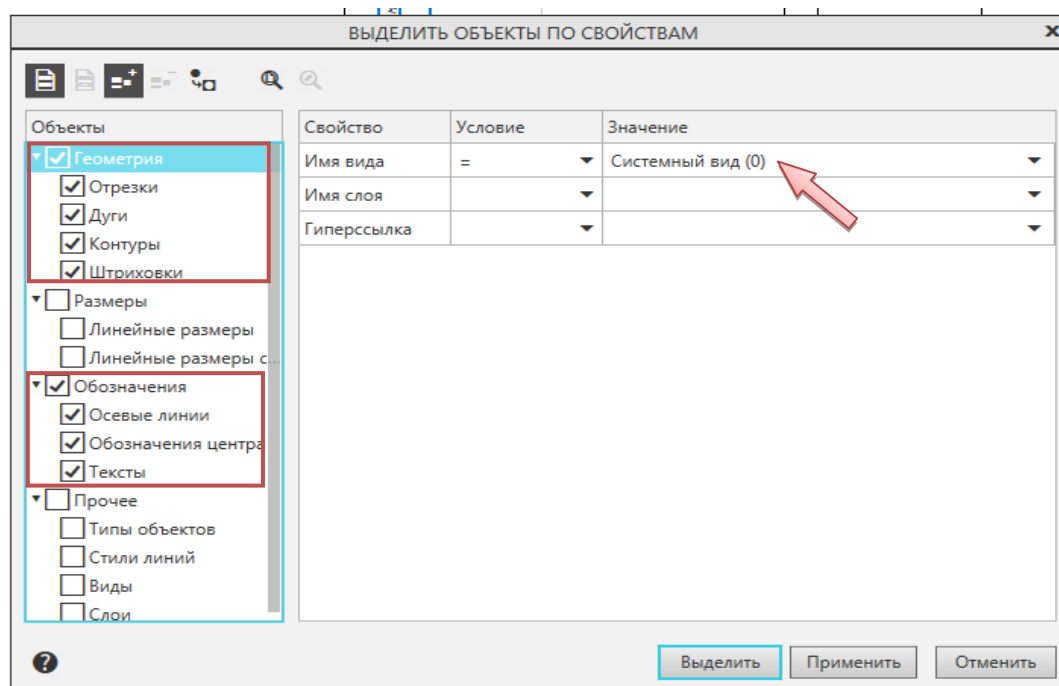

Рис. 2.6. Окно выбора элементов чертежа «Корпус» для выделения
•Отметьте галочками: «Геометрия» и «Обозначения». Обязательно указать значение «Системный вид (0)». Нажмите кнопку «Выделить» (рис. 2.6).